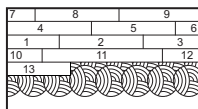

Figura 12
- No esparza adhesivo demasiado lejos de su área de trabajo (Figura 12).